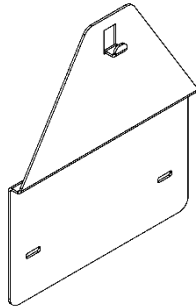

Рисунок 6.
7.2.3 При наличии в задней стенке только одного монтажного отверстия (сверху), а также если ранее был установлен аппарат марки «NEVA» или «BaltGaz», который крепился к стене с помощью двух крючков, можно выкрутить данные крючки и использовать отверстия для установки переходной планки (см. рис. 6). Переходная планка 114511-00.050 позволяет смонтировать аппарат с использованием уже имеющихся крепёжных отверстий в стене. Переходная планка приобретается отдельно в фирменных магазинах или на сайте baltgaz.ru.